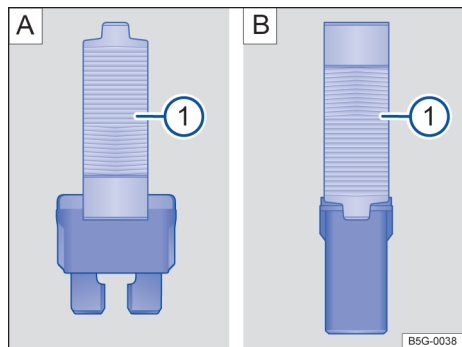

图 129 用塑料钳拆下或插入保险丝：[A] 扁平片式保险丝、[B] 方块式保险丝
- 根据保险丝型号，将塑料夹钳的夹嘴调至适合 → 图 129 [A] ① 或 → 图 129 [B] ①，然后从侧面夹住保险丝。
- 熔断的保险丝必须用额定电流（颜色和标记）及尺寸与原保险丝均相同的新保险丝更换 → ①。